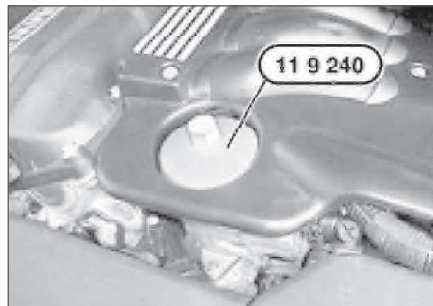

Рис. 2.8. Крышка фильтра
- Используя приспособление «11.9.240», отвернуть крышку масляного фильтра (рис. 2.8), что обеспечит сток масла из фильтра в поддон картера двигателя.
- Используя специальный ключ с головкой на «36», отвернуть крышку масляного фильтра (см. рис. 2.8), приподнять крышку и выждать, пока стечет масло из крышки (сменного элемента фильтра) и корпуса фильтра в поддон масляного картера.